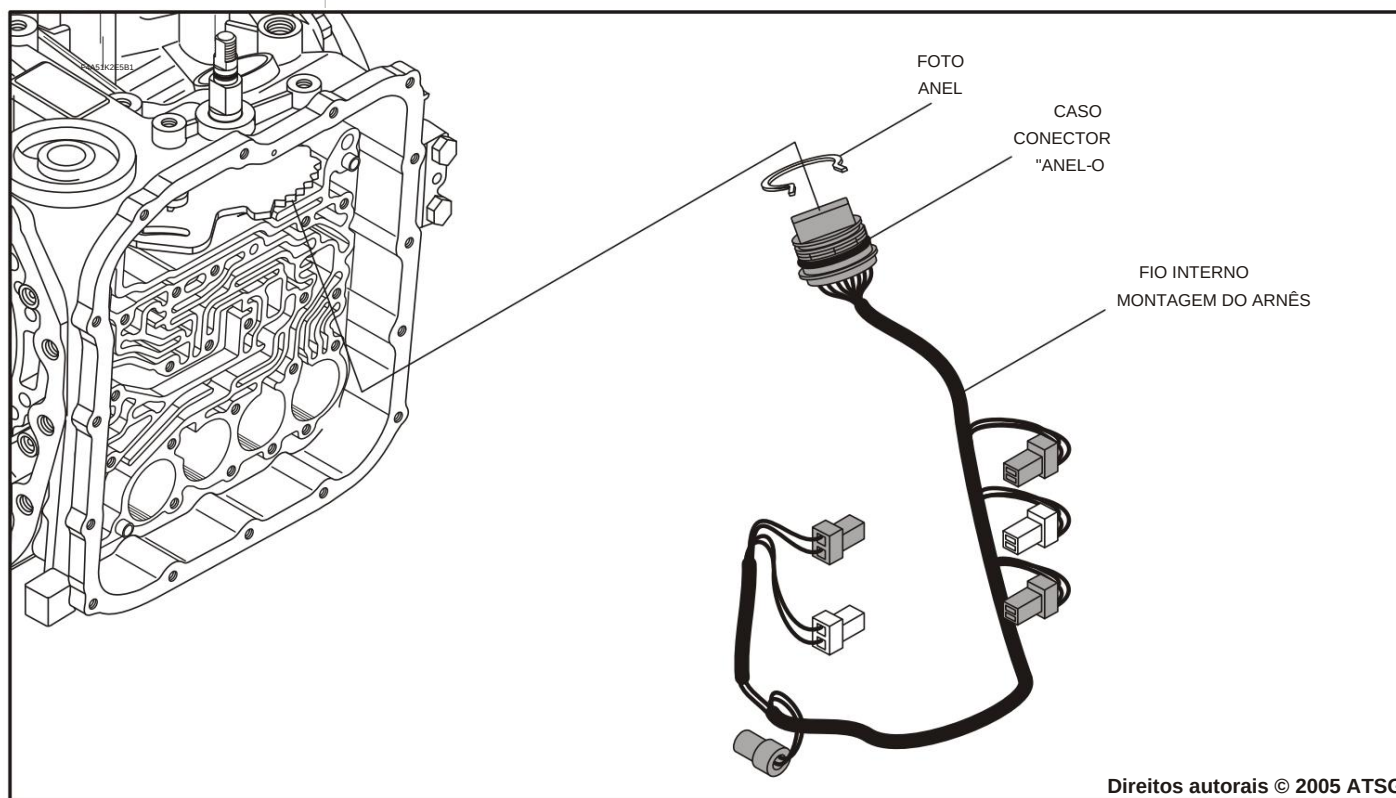

Figura 35
16. Remova o anel elástico do conector da caixa e remova o chicote de fios interno pela parte interna da caixa, conforme mostrado na Figura 35.
Anel "O", conforme mostrado na Figura 35.